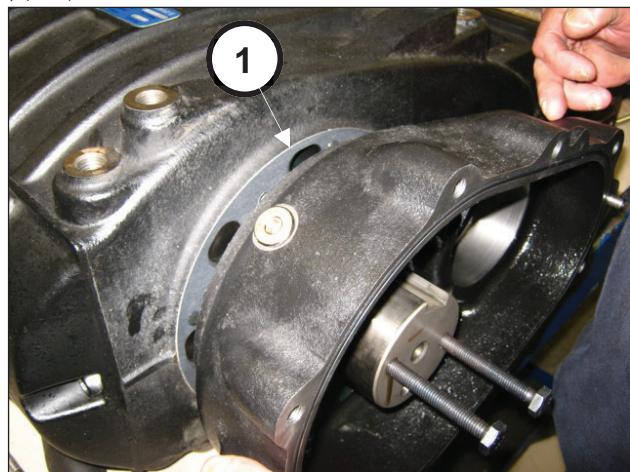

图 24
逐渐拧紧3个M8螺栓（位置①，图 24），以防止减速齿轮箱倾斜过多并在底座上卡住。